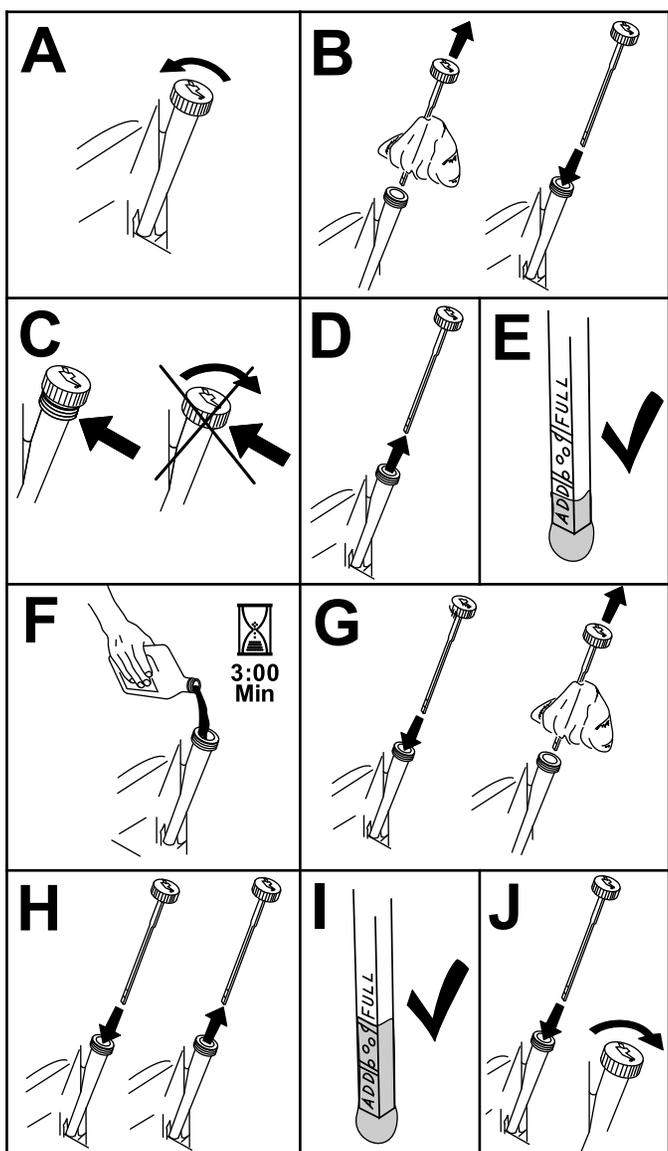

Рисунок 44
3. Проверьте уровень масла в двигателе, как показано на Рисунок 44.